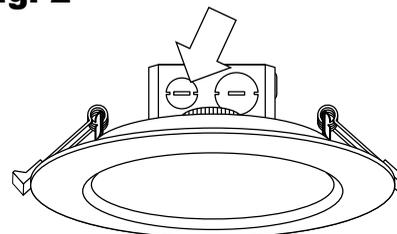

Fig. 2
3. Retire una entrada para llevar los cables de suministro a la caja de cables. [Fig. 2]